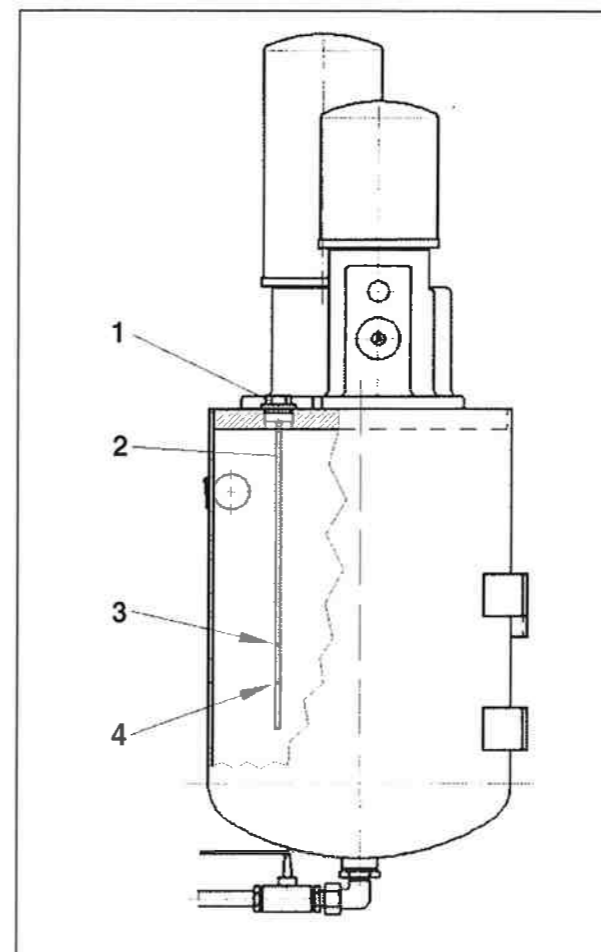

Bild 10
- Der Ölstand wird mit Hilfe des Ölpeilstabes am Druckbehälter (Bild 10) nach jeder Betriebspause und in gleichen Zeitintervallen kontrolliert.